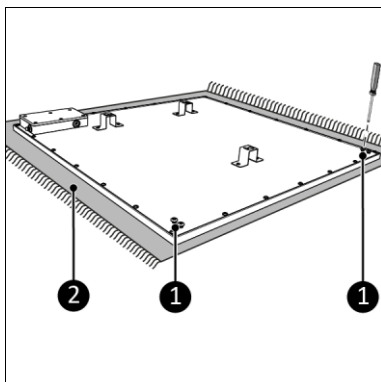

Figure 5
1. Posez l'appareil sur une surface douce et stable (figure 5, pos. 2).
2. Retirez les vis (figure 5, pos. 1).